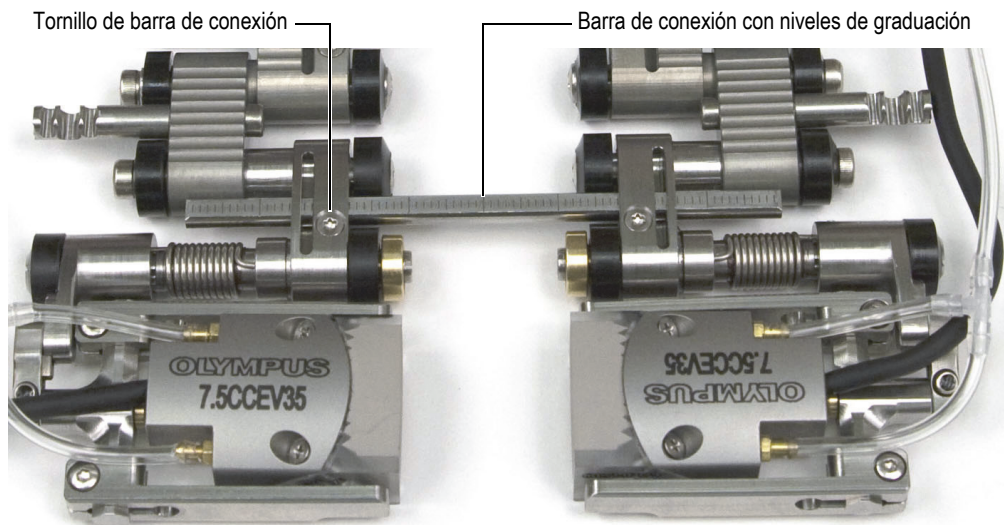

Figura 2-21 Barra de conexión con niveles de graduación
- (1) Deslice una barra de conexión a través del enlace de cada soporte de sonda y, después, fije dicha barra de conexión en la posición deseada gracias a su tornillo.
- (2) Deslice la segunda barra a través del enlace macho que se encuentra cerca del centro del escáner y, después, fije dicha barra de conexión en su lugar gracias a su tornillo.
- (3) Utilice los niveles de graduación en las barras de conexión (véase la Figura 2-21 en la página 52) para garantizar una separación equivalente entre ambas ubicaciones de las barras de conexión.
4. Para efectuar un escaneo con una sonda dual, es necesario montar las dos mitades del escáner (véase la Figura 2-21 en la página 52):